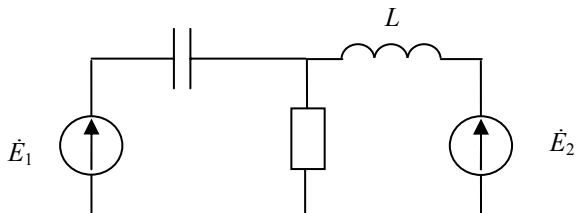

Рис. 3.7
3.1.7. Найти токи в схеме (рис. 3.7) методом контурных токов, если  $\dot{E}_1 = 100$  В,  $\dot{E}_2 = 100e^{j90}$  В,  $\dot{X}_C = \frac{1}{\omega C} = 2$  Ом,  $R = 5$  Ом,  $X_L = \omega L = 5$  Ом. Проверить баланс мощностей.